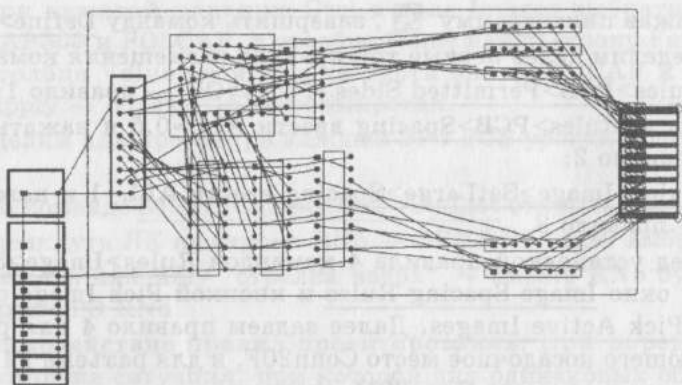
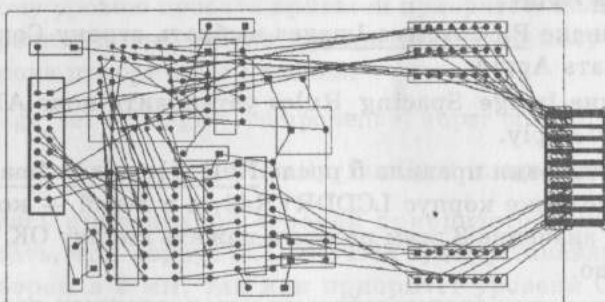

Рис. 1.23. Проект после расстановки Large-элементов
Рис. 1.24. Проект после автоматической расстановки элементов
- командой Autoplace>InitPlaceLargeComponents>OK разместить Large — ЭРЭ (рис. 1.23) и командой Autoplace>InitPlaceSmallComponents>ALL>OK разместить все остальные ЭРЭ (рис. 1.24).